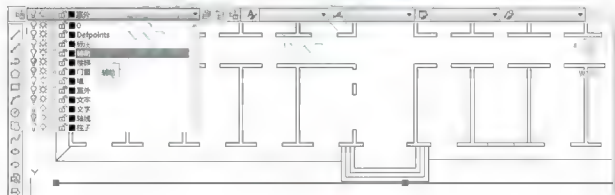

图 3.36 换图层
(3) 换图层: 辅助线是由散水线偏移形成的, 所以辅助线目前位于【室外】图层上。我们需要将其换到【辅助】图层上。
① 在命令行无命令的状态下选中辅助线, 会出现 3 个蓝色的夹点。
② 如图 3.36 所示, 打开图层下拉列表, 选中【辅助】图层。